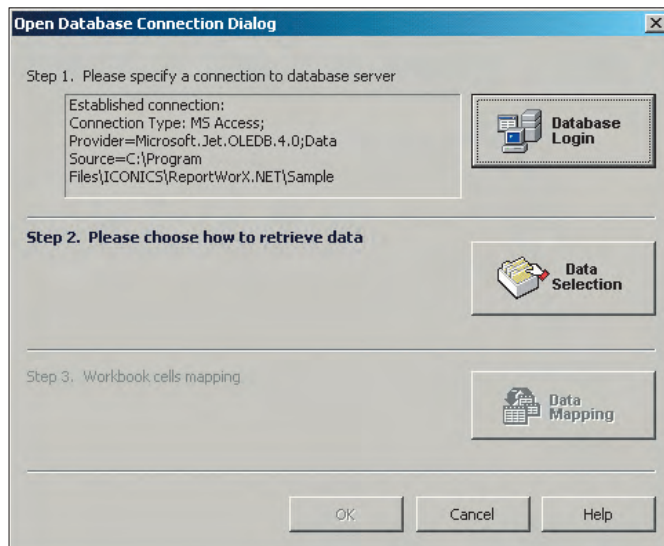

Рис. 16. Выбор данных из базы
5. Диалог соединения с базой данных примет вид, показанный на рис. 16. Нажмите кнопку **Data Selection** (Выбор данных)